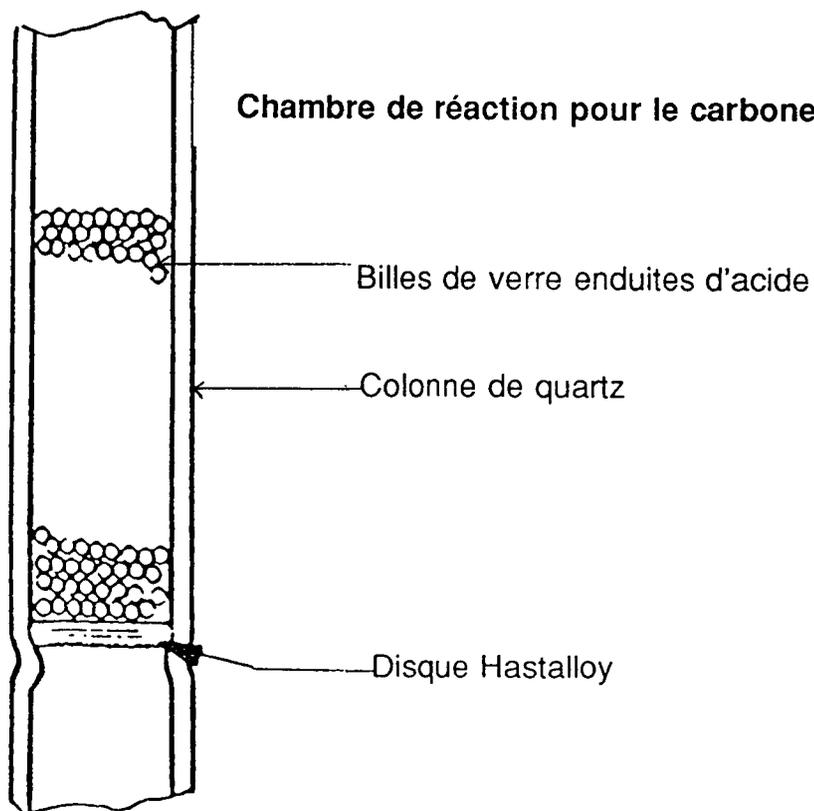

FIGURE 3
- A l'intérieur de la colonne de quartz, replacer le cône de quartz et la platine. Taper la colonne légèrement afin de rendre la platine plus compacte. Insérer 1/2 cm de "fiberfrax". Taper légèrement le fiberfrax.(Voir figure 3)
- Les billes de verre lavées et séchées sont placées dans un petit bécher contenant 2 ou 3 ml d'acide phosphorique concentré. Avec une tige de verre brasser les billes afin d'assurer un revêtement complet des billes avec l'acide. A l'intérieur de la colonne de quartz, replacer le disque Hastalloy afin qu'il soit en position horizontale. (Voir figure 3) Afin de récupérer l'acide en excès, placer la chambre de réaction par-dessus un deuxième bécher et verser les billes de verre enduites d'acide, à l'intérieur de la colonne. Taper légèrement la colonne afin que les billes de verre se rangent correctement à l'intérieur de la colonne. Laisser reposer afin d'éliminer l'excès d'acide.